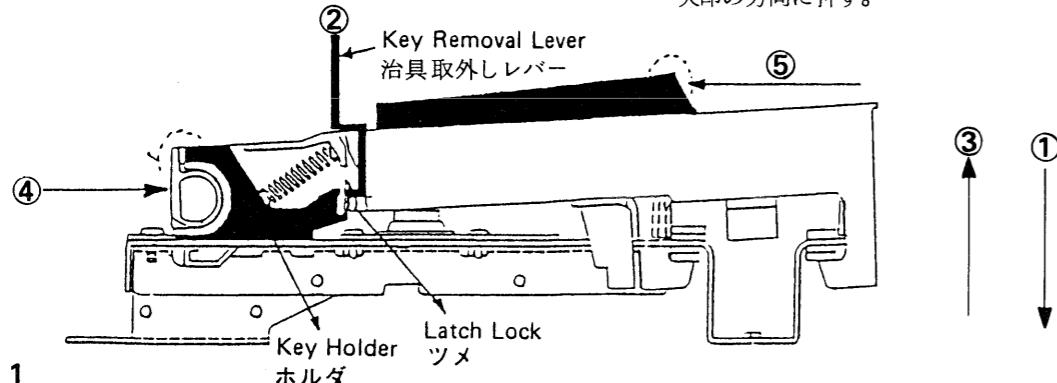

Fig. 1
**SK-6 KEY REMOVAL****Natural Key (Fig. 1)**
- Depress and hold the key at the front then insert key removal lever ② so that below the latch lock. Leave the lever in t
- While lifting up the key front with on press the rear end of the key to more th front of the unit. ④.
- Lift key at front ③ and then move it toward the rear of the unit ⑤
**SK-6 キー取外し方 (Fig.1)****白鍵**
- (取外す) キーを押しながら“鍵盤取外し治具”をキーホルダのツメに引っかける様に挿入する②。
- キーの前部を持ち上げながら③、キーの後端を④の矢印方向に押す。
- キーの前部を持ち上げ、この状態で図⑤の点線部分を矢印の方向に押す。